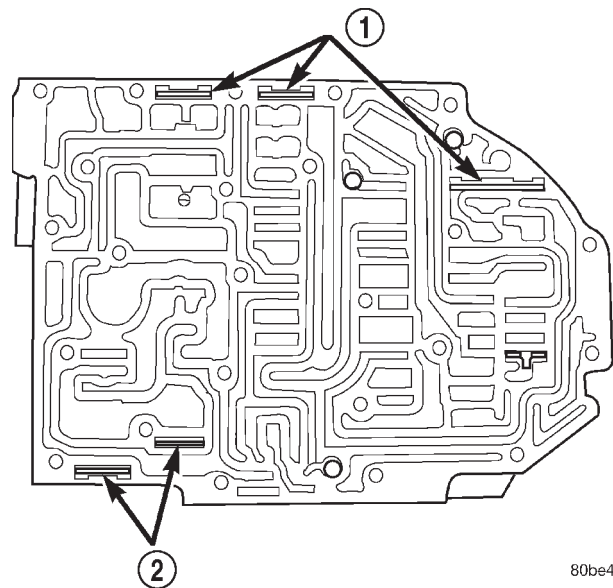

Fig. 333 Localización del retén de válvula
(15) Retire los demás retenes como se muestra en la (Fig. 333).